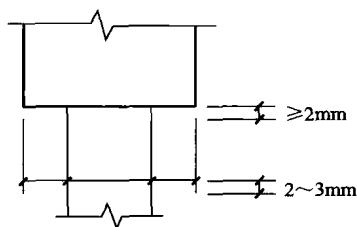

图 1-8 尺寸界线
- (2) 尺寸界线应用细实线绘制，一般应与被注长度垂直，其一端应离开图样轮廓线不小于 2mm，另一端宜超出尺寸线 2~3mm。图样轮廓可用作尺寸界线，如图 1-8 所示。